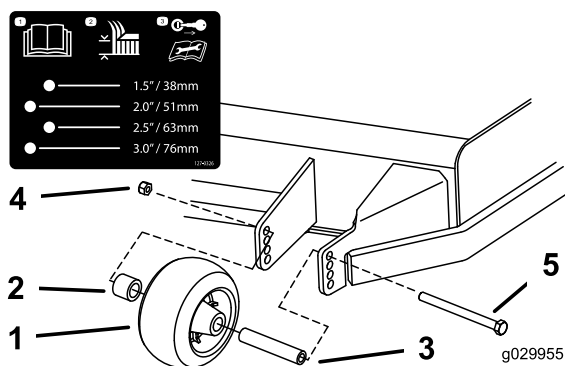
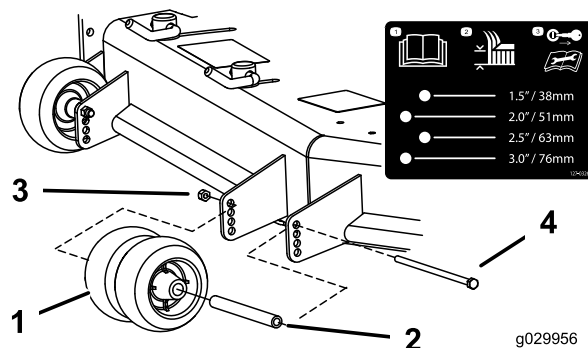
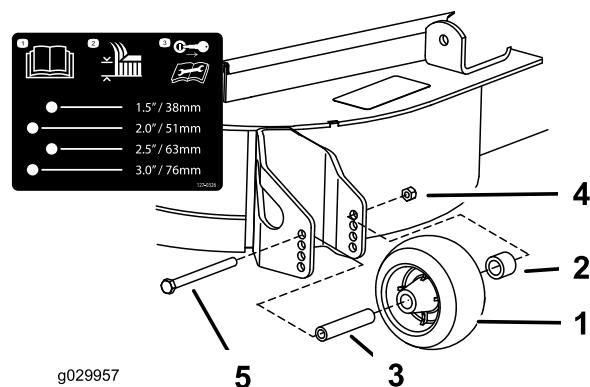

図 30
図 31
図 32
3. 図 30、図 31および図 32に示すように、アンチスカルローラーを調整する。